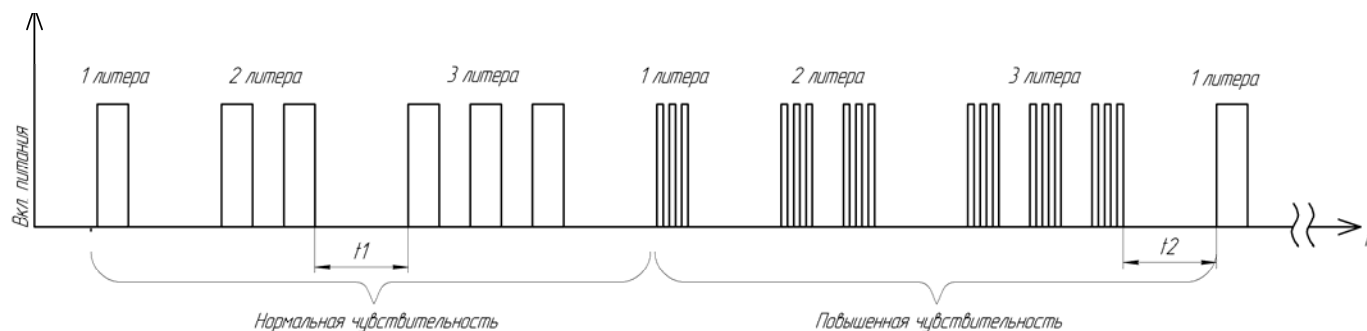

Рисунок 2.11
2.5.6.4 После установки необходимой литеры и чувствительности разомкнуть тумблер SA1. Например, для установки второй литеры и нормальной чувствительности разомкнуть тумблер в период времени t_1 , для установки третьей литеры и повышенной чувствительности в период времени t_2 (см. рисунок 2.11).